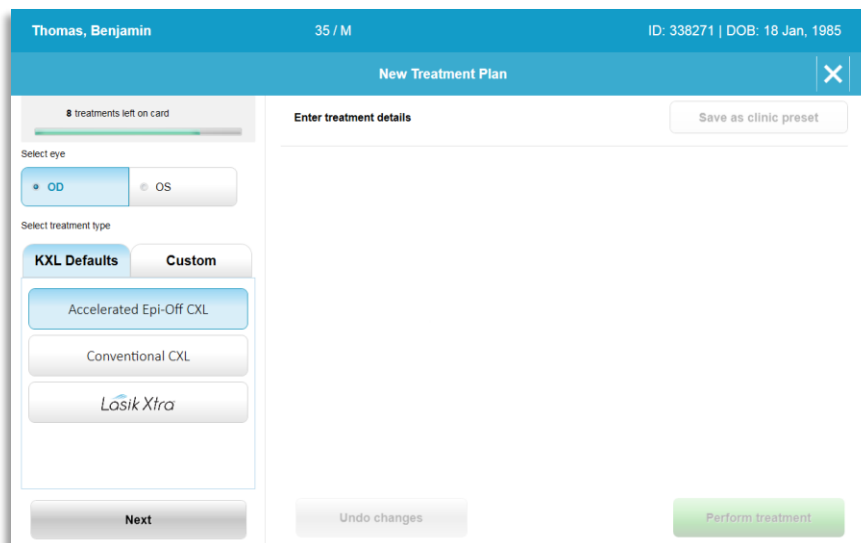

Figure 3-5. Sélectionner un œil
- Lorsque l'œil est sélectionné, le champ est souligné en bleu comme illustré à la figure 3-5.
- Le système est préprogrammé avec trois plans de traitement KXL prédéfinis, comme illustré à la figure 3-5 :